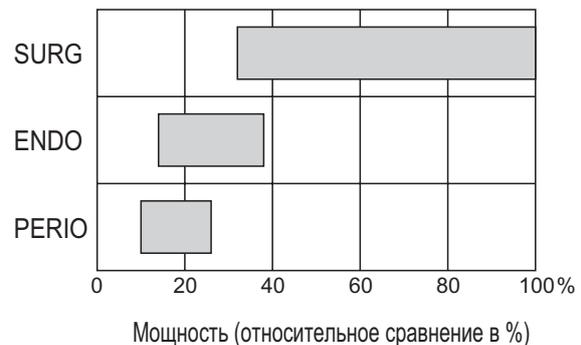

Рис.24
* См. Рис.24 для сравнения мощности разных режимов.